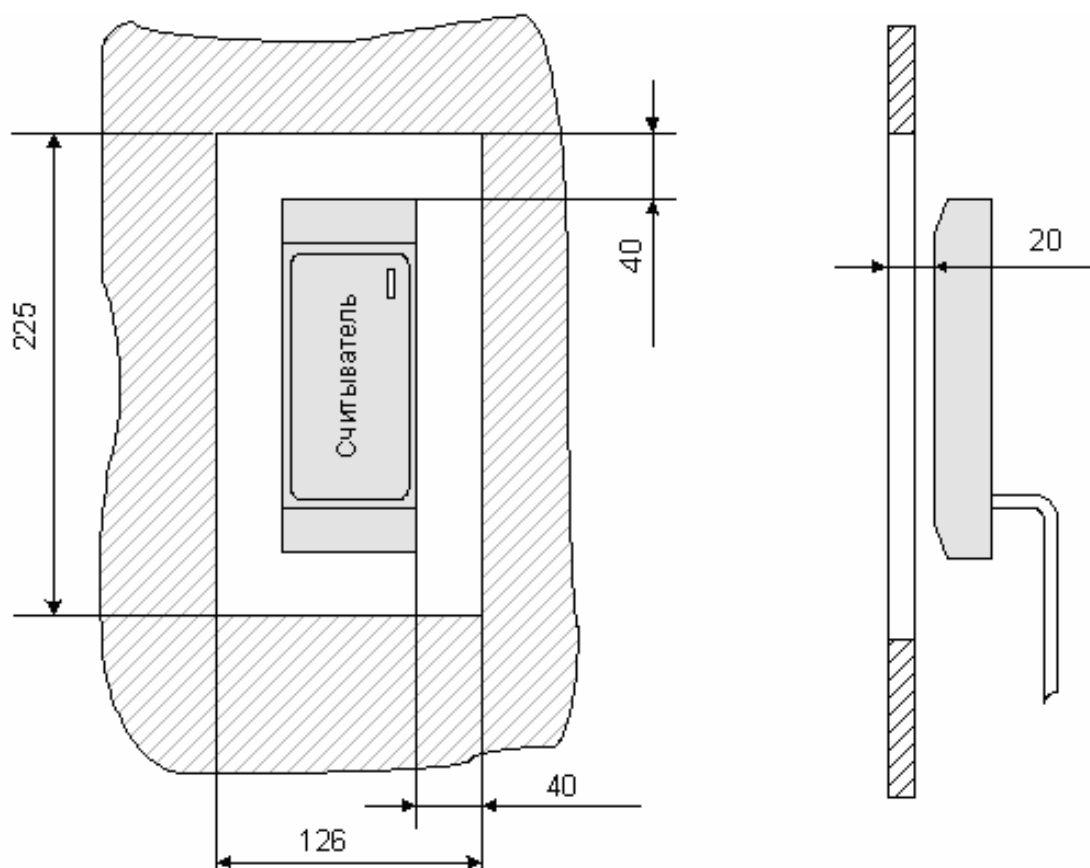

Рис. 3 Установка считывателя за металлической поверхностью
- При установке считывателя за металлической поверхностью, в ней необходимо вырезать окно, напротив которого, равноудалено от краев окна, и устанавливается считыватель (см. рис. 3), при этом размеры окна должны быть не менее 220x126 мм. Само окно может быть закрыто неметаллической вставкой (например, из пластмассы), а считыватель может быть утоплен вглубь окна на расстояние не более 20 мм от внешней стороны металлической поверхности — дальность считывания кода при таком способе монтажа считывателя уменьшается на 30 – 50%;